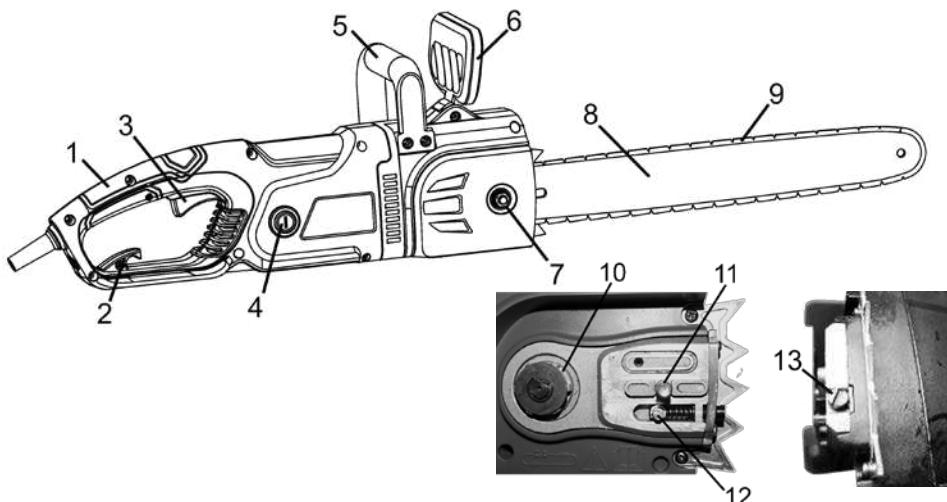

Рисунок 1
### **2.1.1 Виріб складається з наступних складових частин (згідно рис. 1):**
**4.1** Для увімкнення виробу натисніть на кнопку блокування від випадкового вимикання (розташована з лівого боку основної рукоятки), а потім на важіль перемикача (3) (рис. 1). Для відключення виробу слід важіль відпустити.